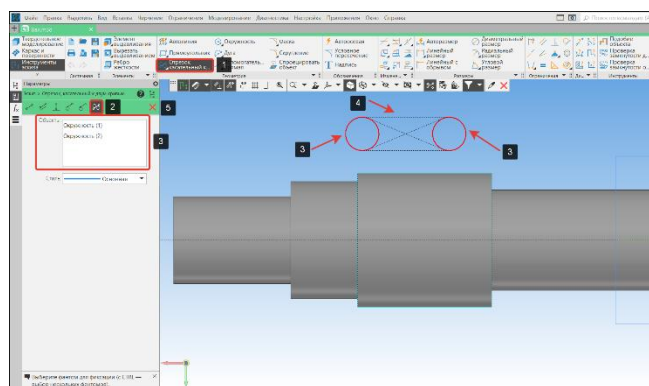

Рисунок 117 – Команда Отрезок, касательный к двум кривым
- Создадим касательные отрезки к окружностям, в панели геометрия выберем команду Отрезок (1) подоперация Отрезок, касательный к двум кривым (2) (Рисунок 117);
- Подсветим окружности (3), между ними появятся фантомы допустимых построений касательных отрезков (4) (Рисунок 117);
- Двойным щелчком мыши подсветим верхний касательный отрезок (4) – касательная построена. Прделаем аналогичные операции для нижней касательной. Выбранные объекты отображаются в окне объекты (3) (Рисунок 117);
- Для завершения операции нажмем кнопку Завершить (Рисунок 117);